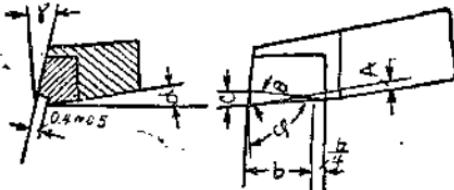

图9 在硬质合金上磨制折断切屑的台阶。
1. 在硬质合金上磨制折断切屑的台阶(图9)，当进刀量大于0.2公厘/转和切削速度小于每分钟100公尺时，用这种台阶可以把钢料切屑可靠地折断。